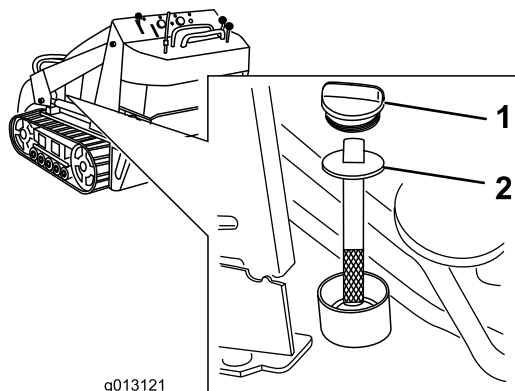

Figure 61
5. Nettoyez la surface autour du goulot de remplissage du réservoir hydraulique (Figure 61).
6. Enlevez le bouchon du goulot de remplissage et vérifiez le niveau de liquide sur la jauge (Figure 61).